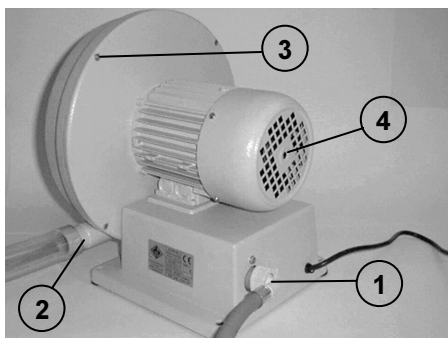
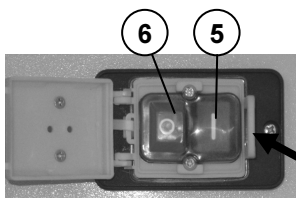
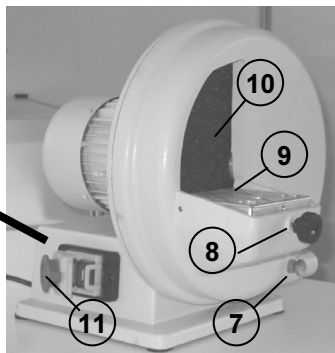

Fig. 1
Fig. 2a
Fig. 2b
- a) el tubo de alimentación del agua en la respectiva boca roscada (1 de Fig. 1) situada en la parte trasera del aparato (sólo modelo TRIM-1);
- b) el tubo de descarga del agua residual en la respectiva embocadura (2 de fig. 1) (sólo modelo TRIM-1), disponiendo el otro extremo en la entrada de una cuba de decantación, o bien,
- c) el sistema de aspiración previsto (se aconseja el uso del aspirador AIR-BOX DE GIORGI) en la respectiva embocadura (2 de fig. 1) (sólo modelo TRIM ECO DISK).
El funcionamiento del aparato se obtiene oprimiendo el pulsador “I” (5 de Fig. 2a).
Se recuerda que, después de cada uso, el aparato debe ser dispuesto en OFF, oprimiendo el pulsador “O” (6 de Fig. 2a) mediante el pulsador fungiforme (11 de Fig. 2b). Bloquear el pulsador fungiforme en la posición de cierre (Fig. 3a).
El aparato está destinado a uso en talleres de técnicos dentales. El plato (9 de Fig. 2b) sirve de apoyo para la pieza a trabajar; puede ser inclinado en tres posiciones ($90^\circ \pm 10^\circ$) utilizando uno de tres agujeros en que apretar el respectivo mando (8 de Fig. 2b).
- durante el uso del aparato TRIM ECO DISK es obligatorio utilizar dispositivos de aspiración de los residuos polvorientos, conectándolo a la boca de descarga (2 de Fig. 1). Se aconseja utilizar el aspirador AIR-BOX DE GIORGI.
- a) Pulsador verde de arranque (5 de Fig. 2a)
- b) Pulsador rojo de parada (6 de Fig. 2a)
- c) Pulsador fungiforme rojo de parada (11 de Fig. 2b)
Para poner en funcionamiento la máquina mediante el pulsador de arranque (5 de Fig. 2a), se deberá abrir el pulsador fungiforme de parada (11 de Fig. 2b) desbloqueándolo de la posición de cierre (Fig. 3a); para ello empujar el pulsador en la dirección indicada por la flecha presente en el mismo.
Con el arranque se activa el flujo de agua proveniente de la boca de entrada (1 de Fig. 1), que puede ser regulado mediante el grifo frontal (7 de Fig. 2b) (sólo modelo TRIM-1).
- oprimiendo el pulsador fungiforme de parada (11 de Fig. 2b) con lo cual se interrumpe por completo la alimentación del aparato;
- b) desmontar la cubierta de protección del disco desenroscando los cuatro tornillos traseros (3 de Fig. 1) mediante la llave Allen 4 mm suministrada adjunta;
- c) bloquear el eje motor en la parte trasera (4 de Fig. 1) mediante la llave Allen 6 mm suministrada adjunta y desenroscar el perno frontal utilizando una llave de 13;
- d) extraer el disco desgastado (10 de Fig. 2b) (el disco abrasivo también puede ser utilizado en la parte trasera), instalar el disco nuevo y apretar el perno frontal manteniendo siempre bloqueado el eje motor; por último, reinstalar la cubierta de protección.